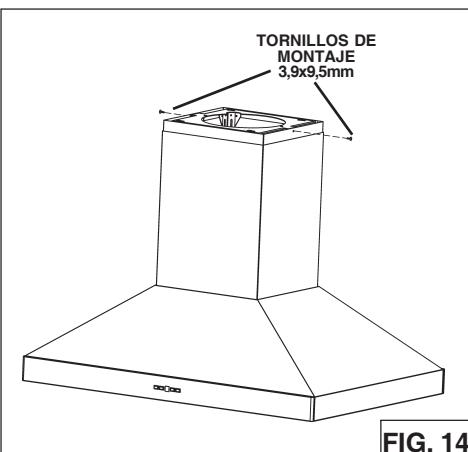

FIG. 14
1. Añtroduzca el **conducto inferior** hasta hacerlo tocar el techo, y fíjelo momentáneamente con el tornillo para el montaje (Fig.14).